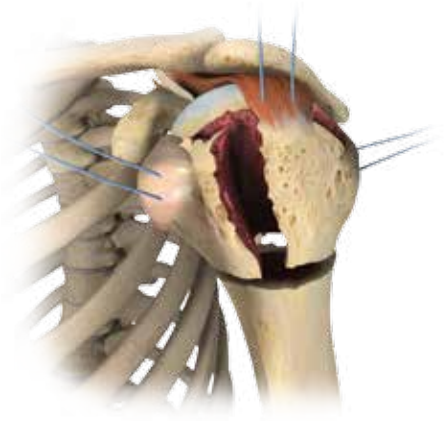

Figura 4
- Aplique suturas en la unión osteotendinosa del manguito de los rotadores para reducir las tuberosidades (Figura 4).